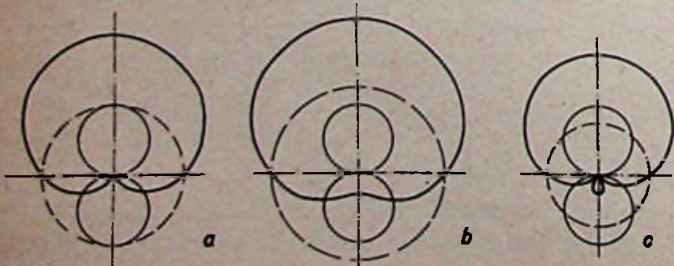

Bild 4. Richtkennlinien: — Kardioide, — Peilspannung, - - - - - Hilfsspannung.
nung abgibt, wenn die Rahmenebene in die Ausbreitungsrichtung der Welle (Vektor  $\Phi$ ) gedreht wird, da dann der Winkel zwischen Ausbreitungsrichtung und Rahmenebene,  $\alpha$  in Gleichung (12), gleich 0 wird (also  $\cos \alpha = 1$ ). Dreht man den Rahmen jetzt aus dieser Maximumstellung um  $360^\circ$ , so folgt die induzierte Spannung einer  $\cos$ -Funktion; in Polarkoordinaten dargestellt, ergibt sich also als Empfangscharakteristik des Drehrahmens ein Doppelkreis. Führt man diese Spannung einem Empfänger zu, so ergeben sich bei der Drehung um  $360^\circ$  zwei Maxima und zwei Minima. Wie der Doppelkreis in Bild 4 sofort erkennen läßt, sind die beiden Maxima sehr flach, die beiden Minima dagegen sehr scharf ausgeprägt. Es ist daher bei diesem Peilverfahren üblich, die Minimumstellung des Rahmens zur Peilung auszunutzen. Die Ausbreitungsrichtung der Welle erscheint dann um  $90^\circ$  versetzt, was sinngemäß bei der Skaleneichung berücksichtigt werden kann.
Durch entsprechende Bemessung der Kopplung läßt sich erreichen, daß der Betrag der Hilfsantennen-Rundspannung dem Betrag der maximalen Rahmenspannung entspricht. In Bild 4 läßt sich dann die Hilfsantennenspannung als Kreis um die Rahmencharakteristik einzeichnen, und als Resultat ergibt sich die sogenannte „Kardioide“, deren Minimum, wie aus Bild 4a ersichtlich, gegenüber den Rahmenminima um  $90^\circ$  versetzt ist. Bei zu großer Hilfsantennenspannung entsteht die „Überkardioide“, bei zu kleiner die „Unterkardioide“, die beide keine saubere Minimeinstellung ermöglichen (4b und 4c).